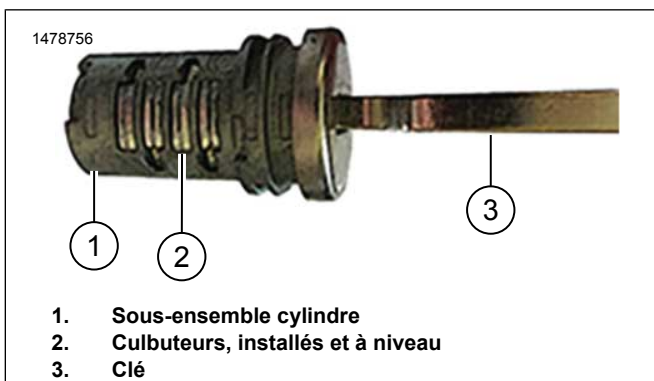

Figure 6. Ensemble verrou assemblé
8. Voir la figure 6. En maintenant les culbuteurs en place, installer la clé dans le sous-ensemble cylindre assemblé.